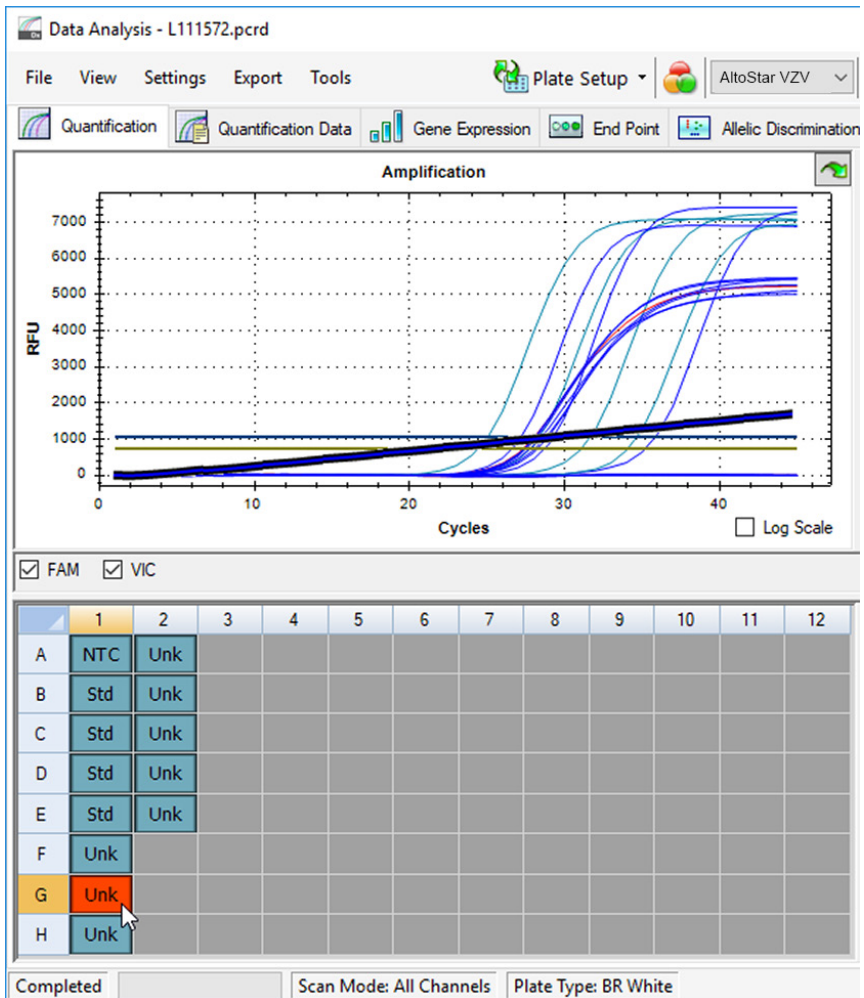

Figura 6: Janela Data Analysis (Análise de Dados): sinal PCR irregular
- Identifique os poços com sinais PCR irregulares (aumento de sinal linear, picos de sinal, etc.) em qualquer um dos canais de detecção FAM™ (alvo de VZV) e VIC™ (IC) (consulte a figura 6).